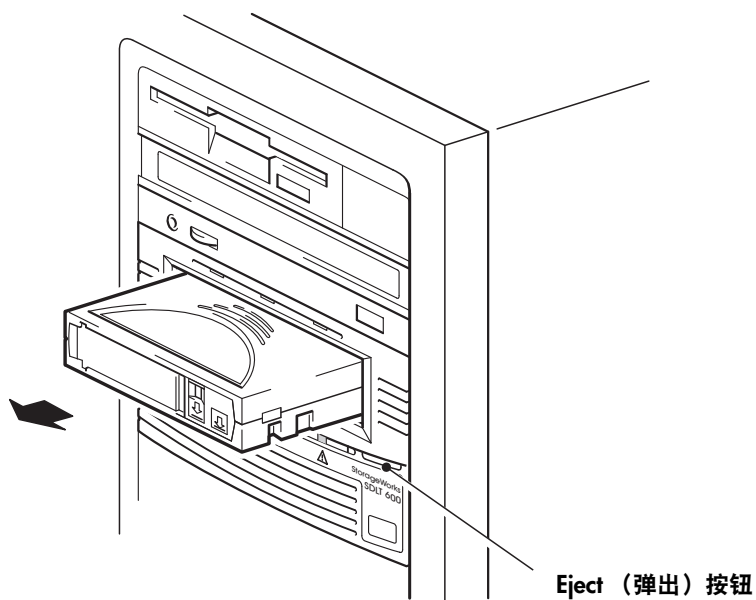

图 9b: 取出盒式磁带
- 1 按下前面板上的 Eject（弹出）按钮。（见图 9b。）